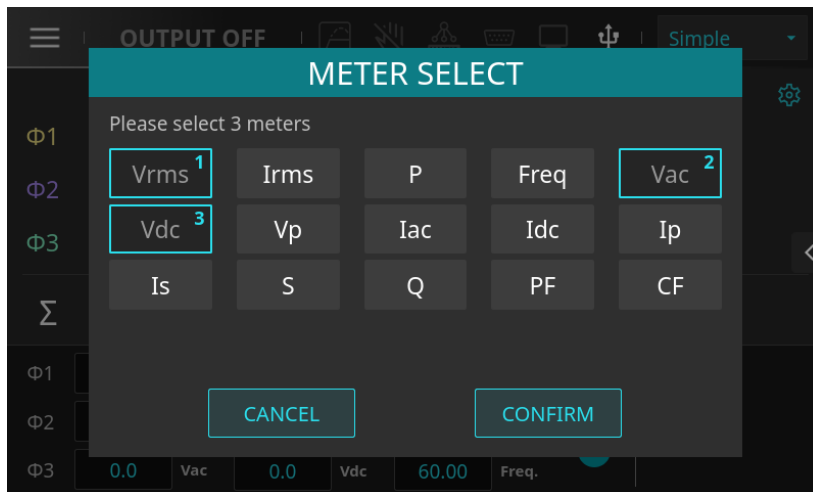

图 4-12 选取量测参数 "Vac"、"Vdc" 页面
3. 按下参数 "Vac"、"Vdc", 如图 4-12 所示。